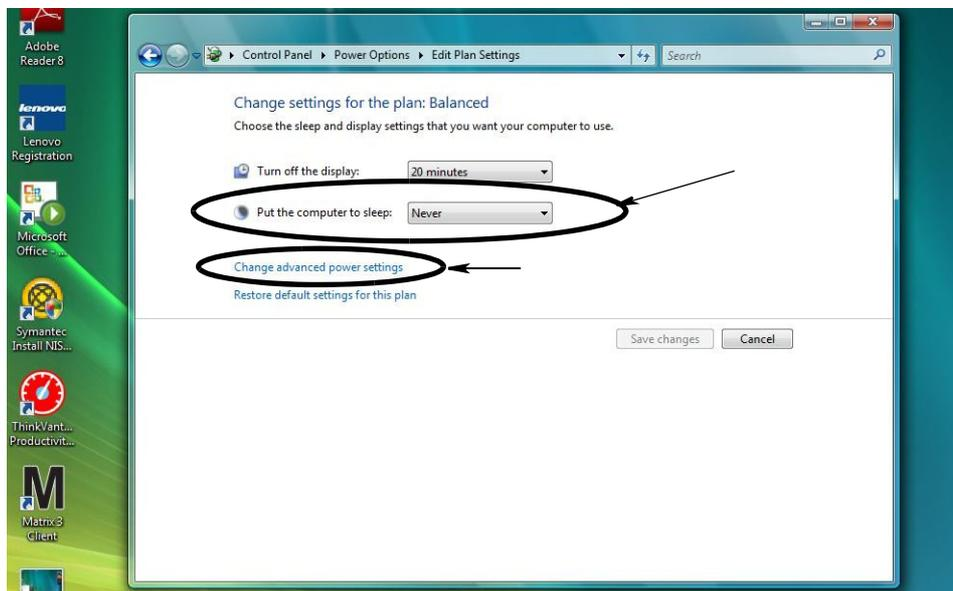

FIG. 35
4. Modificare il campo Sospensione computer in MAI. Selezionare quindi “Cambia impostazioni avanzate risparmio energia” FIG. 35.